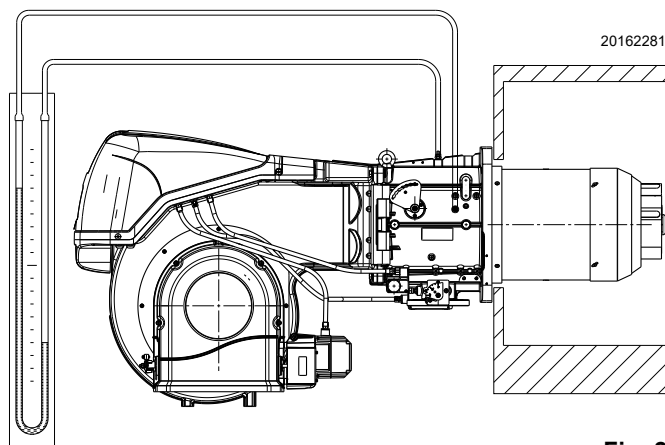

Fig. 23
- Montar un manómetro en U o un manómetro de tipo diferencial (Fig. 23), con toma (+) en la presión del gas del manguito y (-) en la cámara de combustión.
La llegada de gas al manguito puede observarse en el manómetro en U (Fig. 23 en pág. 26).
Orientativamente puede obtenerse de la Tab. L en pág. 23, es suficiente leer la presión del gas en el manómetro en "U" (representado en la Fig. 23 en pág. 26) y seguir las indicaciones: